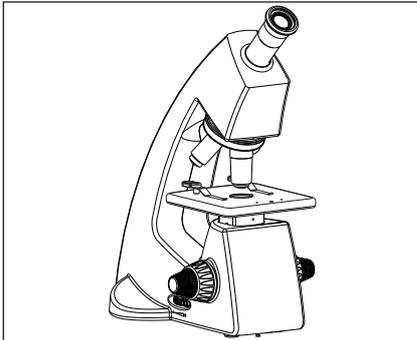

Fig. 1
2. Mögliche Schlaggefahren und -brände zu vermeiden, wenn Sie LED ersetzen, drehen Sie den Mikroskop-Hauptschalter zur Ausschaltstellung und trennen Sie die Aufladeeinheit vom Wandanschluß im Voraus. Wann immer Sie LED während des Gebrauchs oder des rechten Nachgebrauchs ersetzen, lassen Sie die Lampeneinfaßung vor dem Berühren abkühlen (Fig. 1)